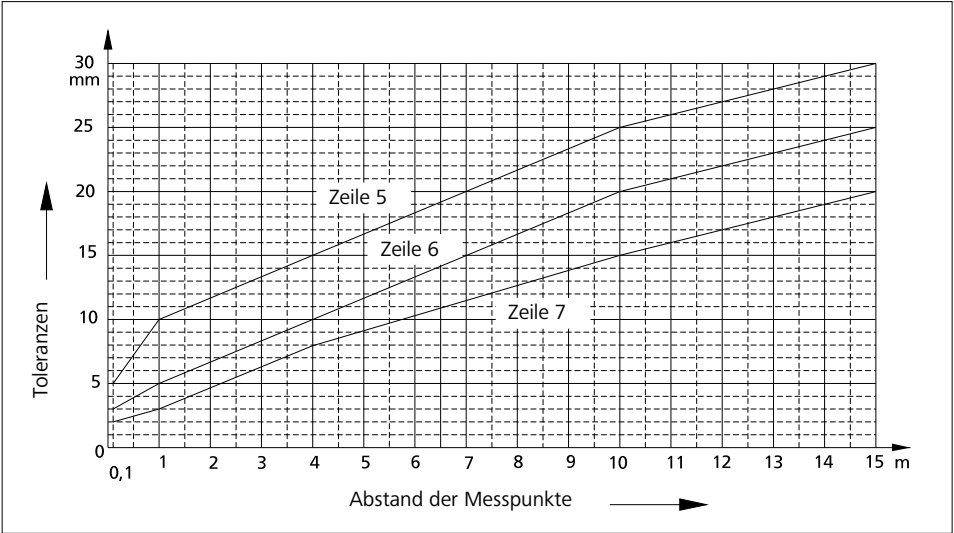

Abb. 15.2
* Zwischenwerte sind der Abb. 15.2 „Ebenheitstoleranzen“ zu entnehmen und auf ganze Millimeter zu runden.